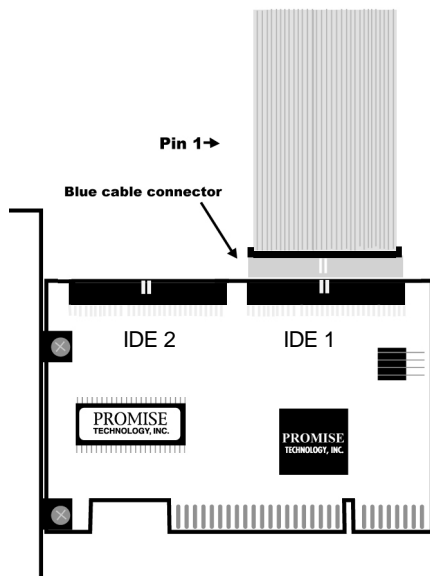

図 2
3. Ultra ATA ケーブルにハード・ドライブを接続し、このケーブルを FastTrak100 コントローラ・カードの IDE コネクタに接続します。ケーブルの着色された端がピン 1 になります、また青いケーブル・コネクタを FastTrak100 カードのコネクタに接続します。図 2 を参考にして下さい。